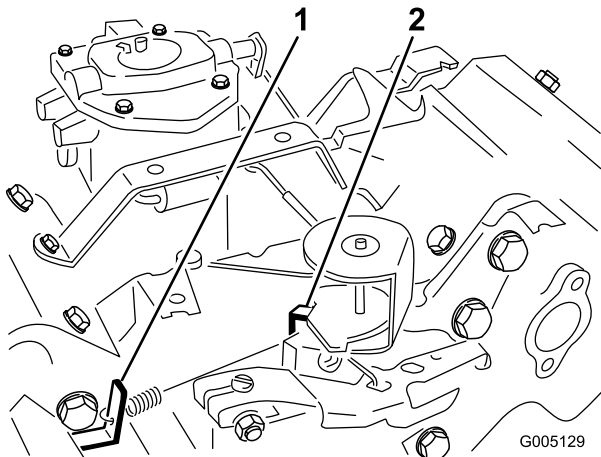

Bild 47
3. Biegen Sie den Anker-Federmitnehmer (Bild 47), um eine Leerlaufgeschwindigkeit von 1650 ± 100 U/min zu erzielen. Prüfen Sie die Motordrehzahl mit einem Drehzahlmesser.
5. Stellen Sie den Gasbedienungshebel auf Schnell“. Biegen Sie den Federankermittelnehmer in der Vollgaseinstellung (Bild 47), bis Sie eine Vollgasdrehzahl von 2800 ± 50 U/min realisieren.